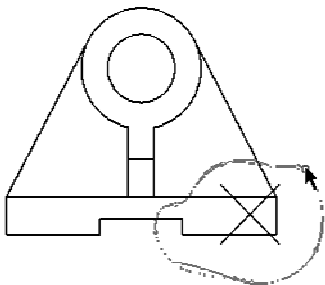

图 12-51 定义局部剖视图边界
- 9 系统提示信息：“草绘样条，不相交其他样条，来定义一轮廓线”使用鼠标左键围绕着所选点依次单击若干点来产生样条，如图 12-51 所示，然后单击鼠标中键完成样条。